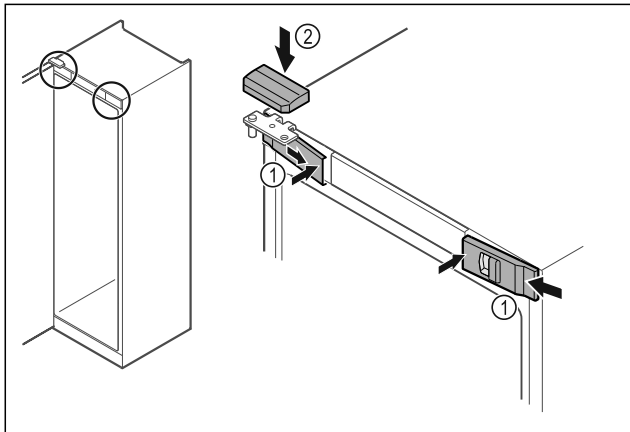

Fig. 51
- Kiinnitä etusuojukset Fig. 51 (1) sivulta ja lukitse sisäpuolelta paikalleen.
- Paina ylempi suojus Fig. 51 (2) yläkautta paikalleen.